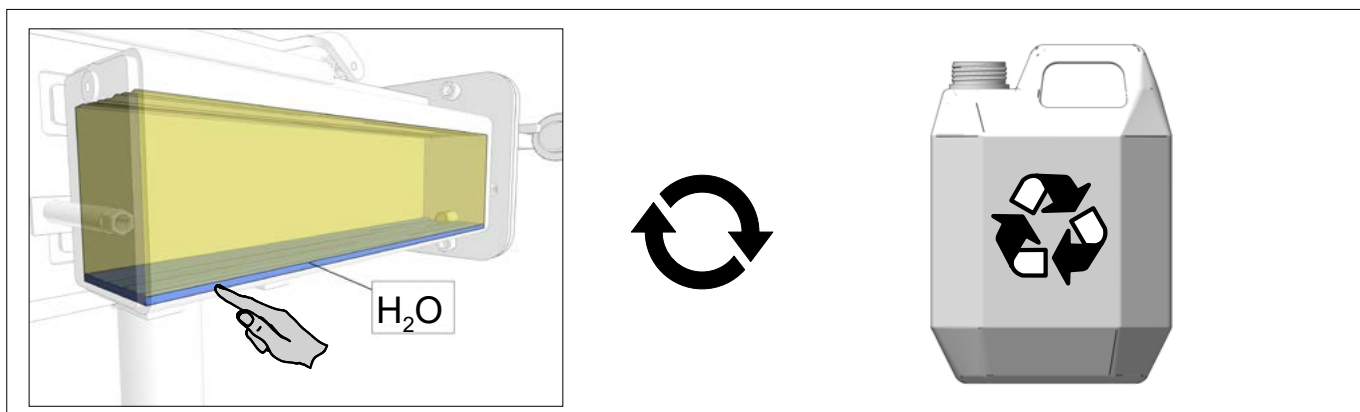

Fig.49
- Vand i olien (Fig.49)
- Presence of water in the reservoir (Fig.49)
- Wasser im Ölbehälter (Fig.49)
- Présence d'eau dans un réservoir d'huile (Fig.49).
- Vatten närvaro i oljetank (Fig.49)
- Veden läsnäolo öljysäiliössä (Fig.49)
- Wateraanwezigheid in olietank (Fig.49).
- Presencia de agua en el tanque de aceite (Fig.49).
- Наличие воды в масляном баке (Fig.49).
- Presenza d'acqua nel serbatoio dell'olio (Fig.49).